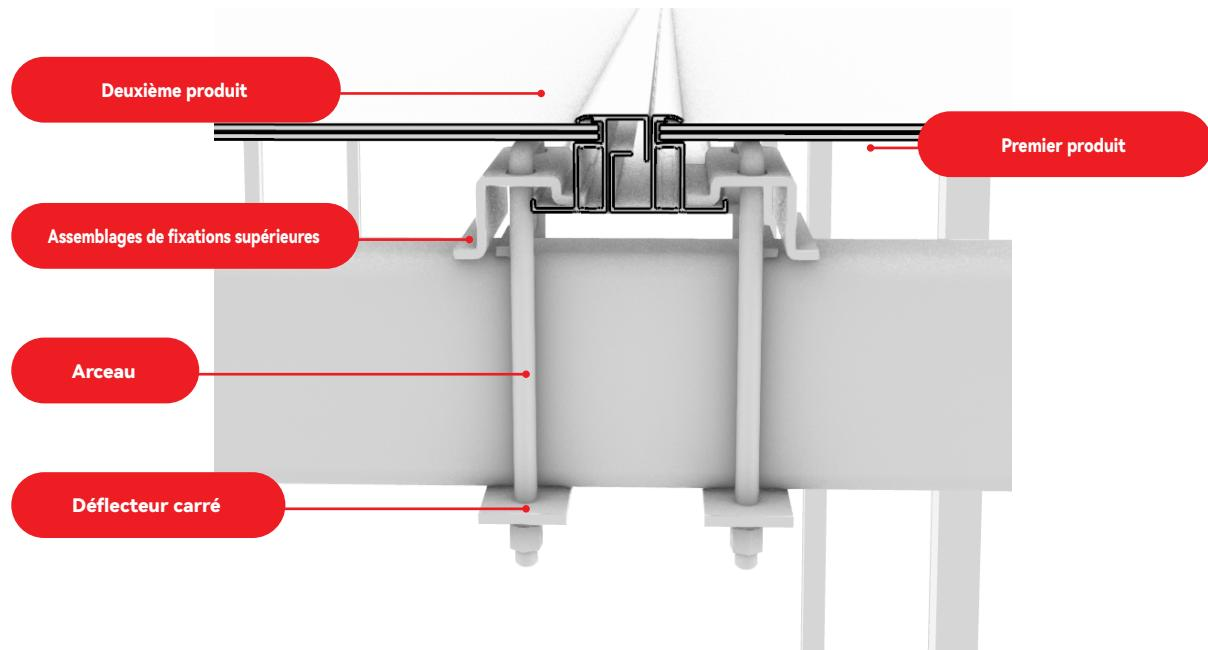

FIGURE 18
⑪ Installez l'ensemble support de montage et fixations sur le côté droit de la partie inférieure de l'appareil, et consultez son schéma en coupe (figure 18)